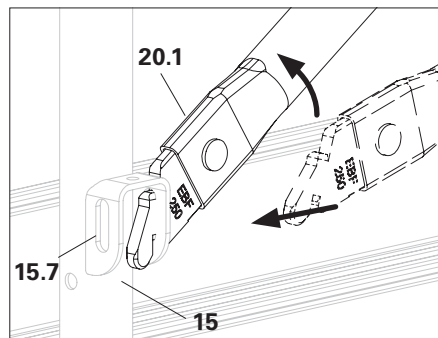

Bild A5.02
- i grundramen EVB (15), se bild A5.02